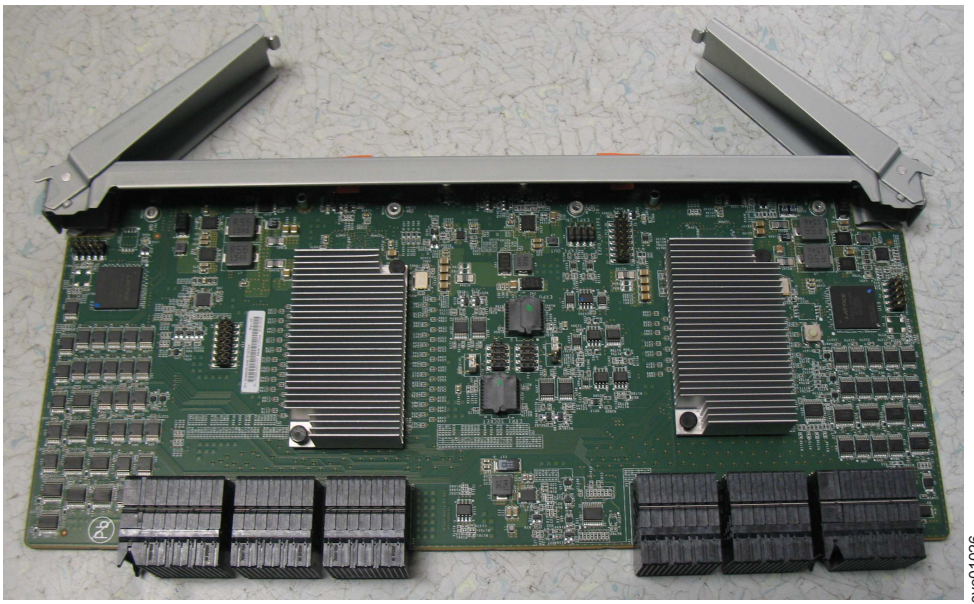

図 88. 2 次拡張機構モジュールのハンドルを開く
3. 図 88 に示すように、新しい 2 次拡張機構モジュールの両方のハンドルを開いた位置まで回転させます。